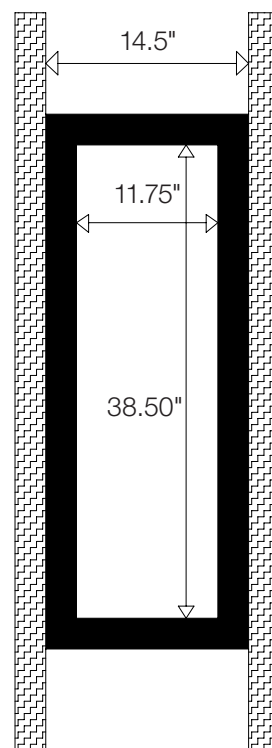

図14
2. 38.5 x 11.75インチ(978mmx298.5mm)の内部寸法(図14)のフレームを作るため、2×6(50.8mm x 152.4mm)材を使用します。30cmの広い開口部にするために、木部の厚みをカナナ等で削る必要があります。お持ちのパーツを測定し、どれくらい削るべきかを計算してください。穴のサイズの余分なスペースにより、工具を使用して壁でフレームを組み立てることが可能です。くぎまたは木ネジでスタッドの位置にフレームを固定します。